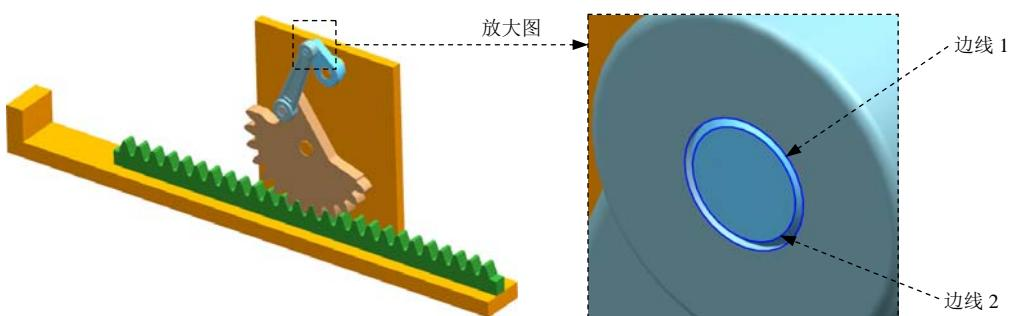

图 8.5.4 定义连杆 4 和连杆 5 中的旋转副
- (1) 选择下拉菜单**插入 (I)** → **运动副 (J)...** 命令，系统弹出“运动副”对话框；在“运动副”对话框**定义**选项卡的**类型**下拉列表中选择**旋转副**选项；在模型中选取图 8.5.4 所示的连杆 4 中的边线 1 为参考，系统自动选择连杆、原点及矢量方向。
- (2) 在“运动副”对话框**基本**区域中选中 **啮合连杆**复选框；单击**基本**区域中的**\*选择连杆 (0)**按钮，在模型中选取图 8.5.4 所示的连杆 5 中的边线 2 为参考。
- (3) 单击**确定**按钮，完成旋转副的创建。